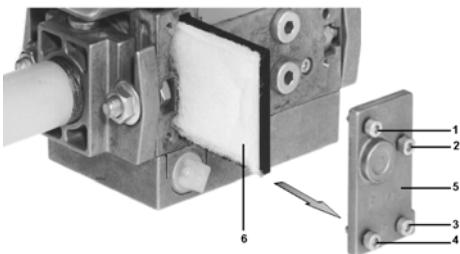

Fig. 28
- 2 Indepartati suruburile 1 + 4 utilizand o cheie Allen n. 3 (imbus) si indepartati capacul filtrului 5 ca in Fig. 28 ;